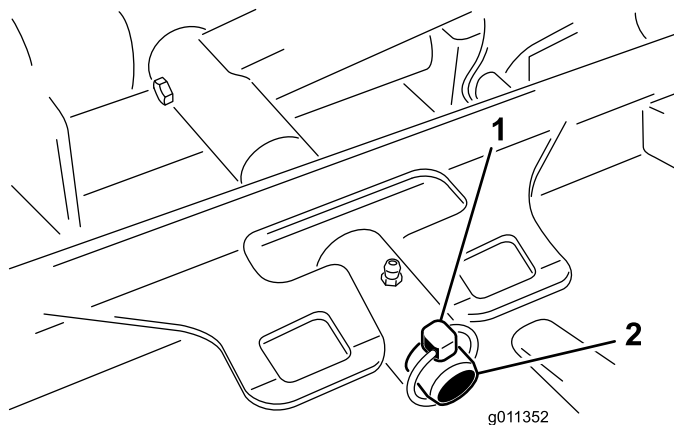

Рисунок 125
3. Снимите штифт с кольцом (на машинах Groundsmaster 4500) или крепежную гайку (на машинах Groundsmaster 4700), с помощью которых несущая рама режущего блока крепится к оси поворота подъемного рычага (Рисунок 125).
2. Наденьте несущую раму режущего блока на ось поворота подъемного рычага (Рисунок 125). Закрепите режущий блок на оси с помощью штифта с кольцом (на машинах Groundsmaster 4500) или крепежной гайки (на машинах Groundsmaster 4700).